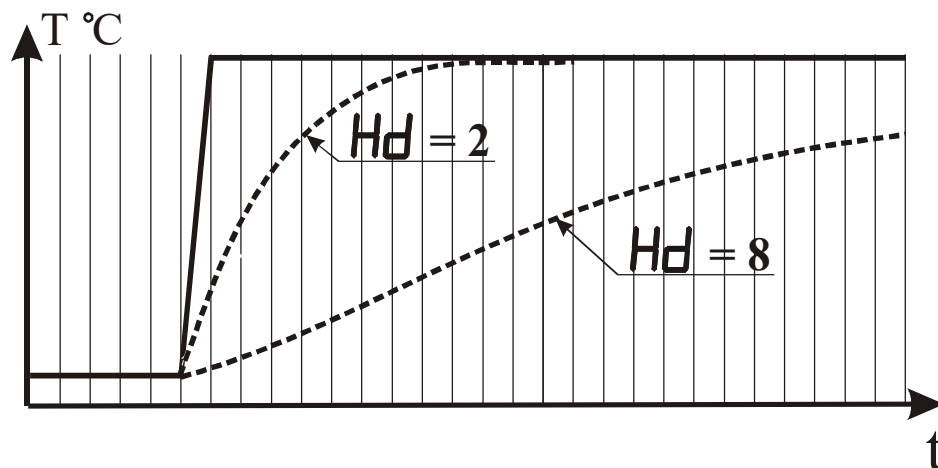

Рисунок 3.3 – Вплив параметра "Час усереднення" на показання приладу при різних значеннях параметра Hd
3.3.3.7 Параметр "Час усереднення" вказується в кількості періодів опитування вхідного датчика (N_d). Цей параметр дозволяє домогтися більш плавної зміни показань приладу. Для цього обчислюється середнє арифметичне останніх N_d вимірювань. Якщо значення параметра дорівнює 0, інтегратор відключається. Зменшення часу усереднення призводить до більш швидкої реакції приладу на різкі зміни вимірюваного параметра, але знижує перешкодозахищеність приладу (див. рисунок 3.3).